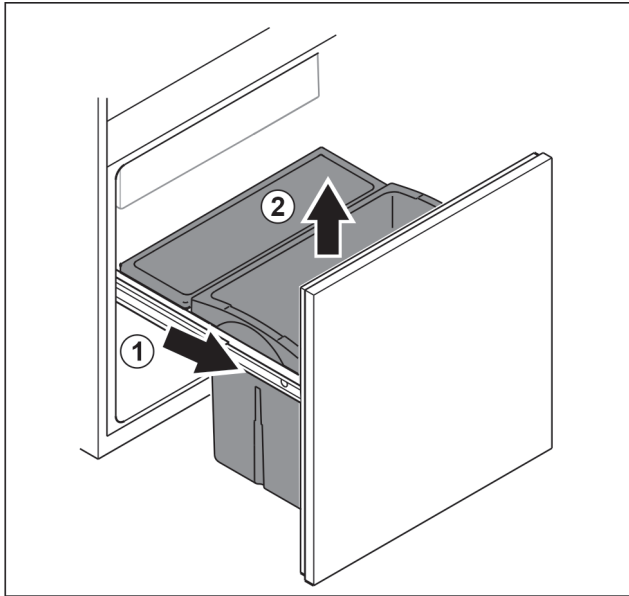

Fig. 101
- ▶ Saque el carro extraíble hasta el tope. Fig. 101 (1)
- ▶ Retire el cajón hacia arriba. Fig. 101 (2)